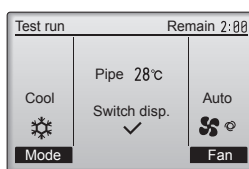

Fig. 7-3
- ① Pulse el botón [F1] para cambiar el modo de funcionamiento. (Fig. 7-3)